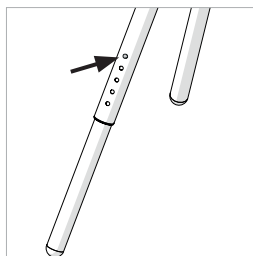

Fig. 3
- Împingeți știftul de blocare a piciorului interior (**Fig. 3**) și glisați cu grijă piciorul interior până în poziția dorită.
- Reglați toate cele patru (4) picioare, asigurându-vă că toate sunt setate la aceeași lungime.